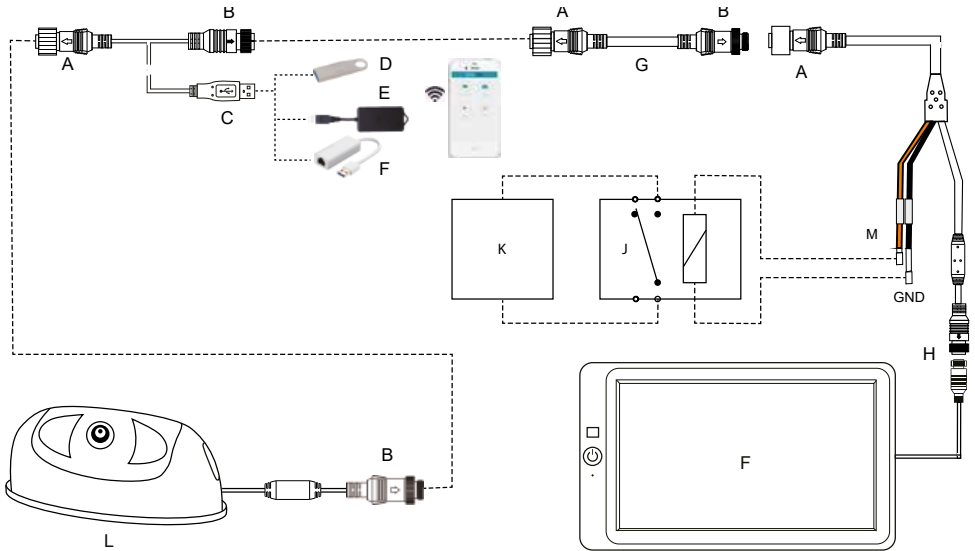

Abb. 1: Anschluss des WiFi-Moduls zur Konfiguration der Kamera und Anschluss des Alarmausgangs
- **Adapter 1:** USB-Adapter mit dem WiFi-Modul (Abb.1)
1. Installieren Sie das WiFi-Modul wie auf Seite 10 gezeigt Abb.1.